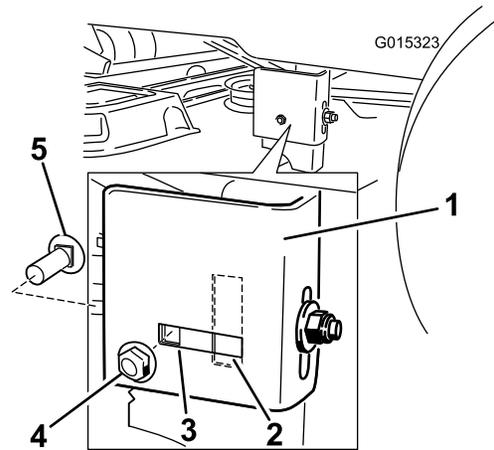

Figura 51
- Vaya al lado izquierdo de la máquina. Retire el perno de cuello cuadrado lateral y la tuerca de bloqueo de la posición fija, e instálosos en la posición ranurada trasera (Figura 51). No apriete del todo la contratuerca.
- Afloje la tuerca de bloqueo trasera de la pletina de suspensión lo suficiente para permitir ajustar la pletina (Figura 51).